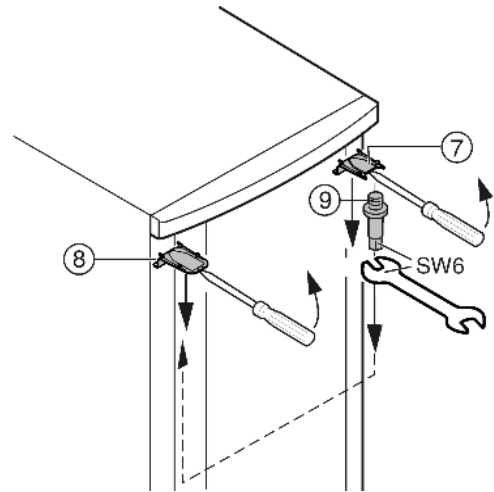

Fig. 6
- ▶ Faire déclipeter le cache Fig. 6 (7) en haut et le cache Fig. 6 (8) avec un tournevis devant et l'enlever diagonalement vers le bas.
- ▶ Dévisser le pivot d'appui Fig. 6 (9) et le visser du côté opposé (avec 4 Nm).
- ▶ Remonter le cache Fig. 6 (7) du côté du pivot d'appui : l'insérer par l'arrière et l'encliqueter sur l'avant.
- ▶ Monter le cache Fig. 6 (8) sur le côté opposé : l'insérer par l'arrière et l'encliqueter sur l'avant.
- ▶ Accrocher la porte dans le pivot d'appui Fig. 6 (9) supérieur.